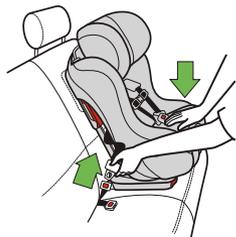

Figure 78
- Pressez au centre du siège d'auto pour réduire la tension sur la ceinture du véhicule aidera à la déboucler plus facilement, tel qu'illustré dans la **Figure 78**.